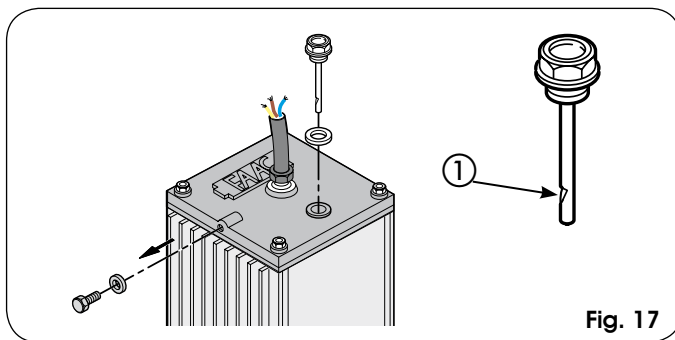

Fig. 17
El nivel no debe descender por debajo de la muesca de la varilla de control (Fig. 17 ref ①).
Para reponer el nivel de aceite, desenrosque el tapón de llenado (Fig. 17 y vierta el aceite hasta llegar al nivel deseado.